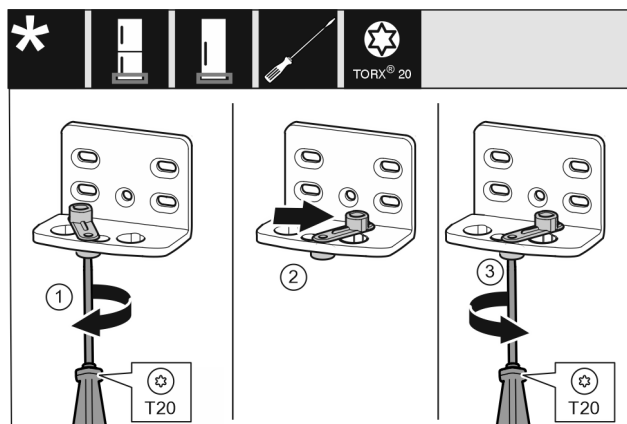

Fig. 13
- ▶ Šroubovákem T20 volně přišroubujte šroub. Fig. 13 (1)
- ▶ Zvedněte pomůcku zavírání dveří a v otvoru ji otočte o 90° doprava. Fig. 13 (2)
- ▶ Šroubovákem T20 šroub pevně utáhněte. Fig. 13 (3)